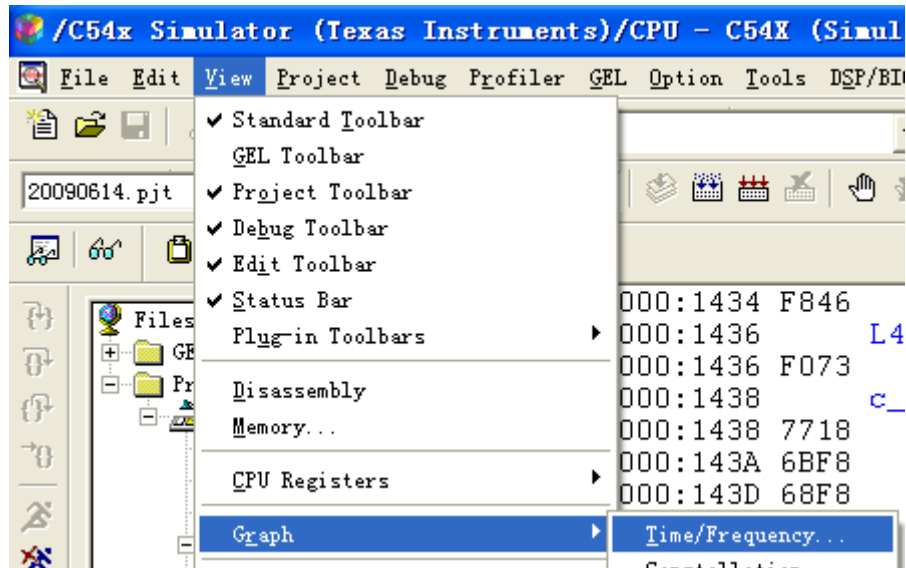

图 4-4
4.4.1、打开 View->Graph->Time/Frequency (图 4-4)